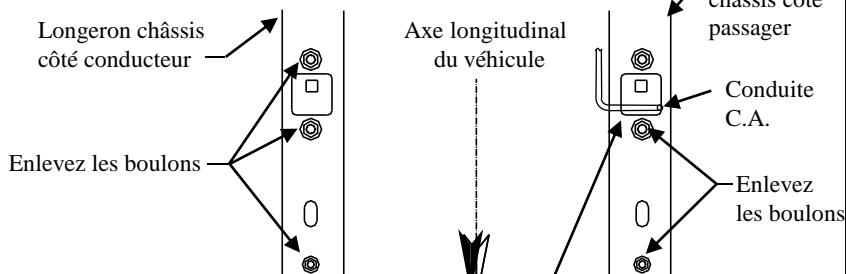
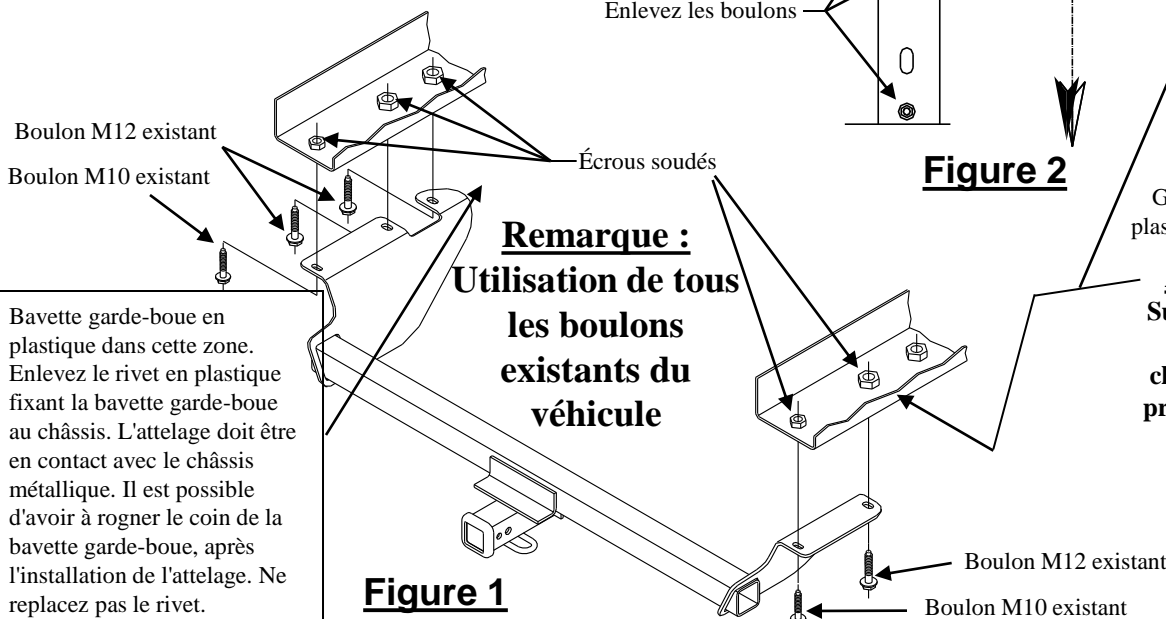

Figure 2
Figure 1
- Snap plastic loom in place over Air Conditioning line on Passenger's side near bolt if present. See Figure 2 above.
- Remove existing bolts from frame rails as shown in Figure 2, (3) on driver's side, (2) on passenger's side and retain for hitch installation.
- Remove plastic rivet holding plastic mud flap to Driver's side frame. May have to trim plastic after Step (4). You will not reinstall plastic rivet.
- Raise hitch into position as shown in Figure 1 and attach with existing bolts removed in step 2. Hand tighten.
2. Enclencher la gaine isolante de plastique en place au-dessus de la conduite de climatisation du côté passager, à proximité du boulon s'il est présent. Voir la Figure 2 ci-dessus.
3. Enlevez les boulons existants des longerons comme illustré à la Figure 2, (3) du côté conducteur et (2) du côté passager, puis conservez-les pour le montage de l'attelage.
4. Enlevez le rivet en plastique fixant la bavette garde-boue au châssis du côté conducteur. Il est possible d'avoir à rogner le plastique après l'étape (4). Ne remplacez pas le rivet en plastique.
5. Levez l'attelage en position comme illustré à la Figure 1 et fixez-le avec les boulons existants enlevés à l'étape 2. Serrez-les à la main.